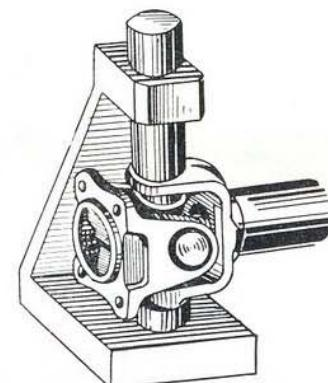

Рис. 145. Приспособление для сборки карданных шарниров
2. Поместить вилку в приспособление (рис. 145) и запрессовать в проушины стаканы игольчатых подшипников. При этом следить, чтобы не заворачивалась рабочая кромка сальников игольчатых подшипников.